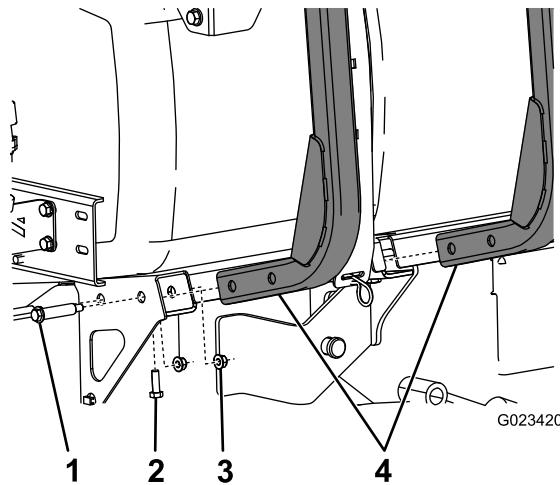

図 2
- ホースリールフレームの裏側部分を機体に固定するボルト5/16 インチ2本とジャムナット2個を使用する **図 2**。
- 機体の側部にホースリール・フレーム2個を取り付けるショルダーボルト4本と、フランジナット5/16 インチ4個を使用して **図 2** のように取り付ける。